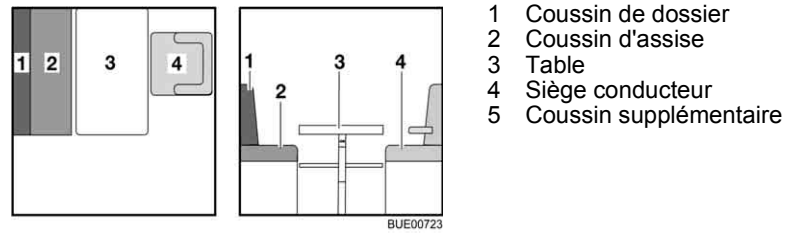

Fig. 121 Avant la transformation
- Tourner le siège conducteur (Fig. 121,4) et le pousser complètement vers l'avant.
- Convertir la table (Fig. 121,3) en sommier de lit (voir paragraphe 6.11).
- Placer le coussin de dossier (Fig. 121,1) de côté.